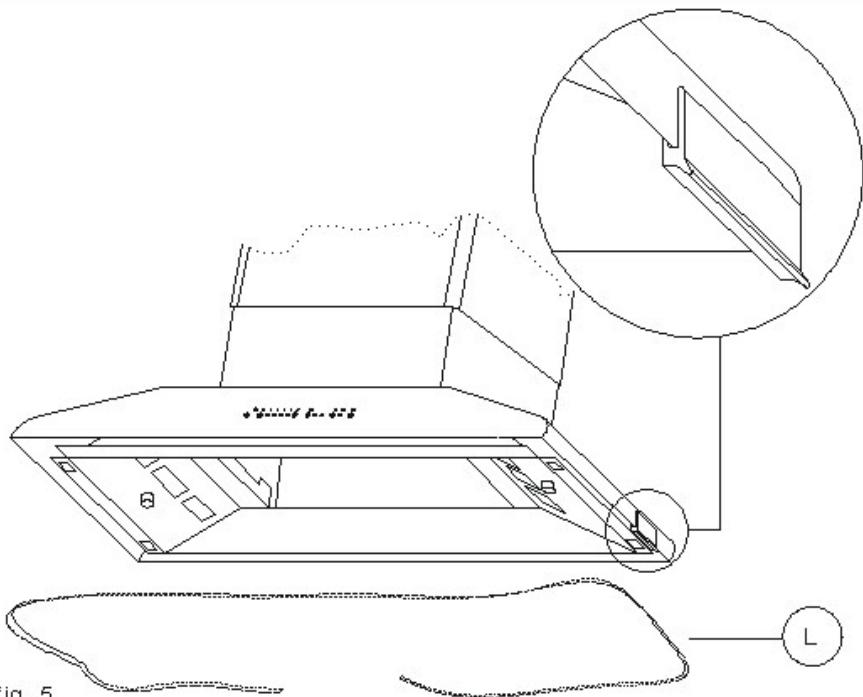

fig. 5
### HET BEVESTIGEN VAN HET MONTAGEPLAATJE AFB.5
### МОНТАЖ СКОБЫ РИС. 5
- 6) Infilare il profilo sagomato sul bordo della scocca **fig5**
- 6) Setzen Sie den Profilrahmen auf den Gehäuserand. (**Abb.5**)
- 6) Thread the shaped border along the perimeter of the base section (fig. 5);